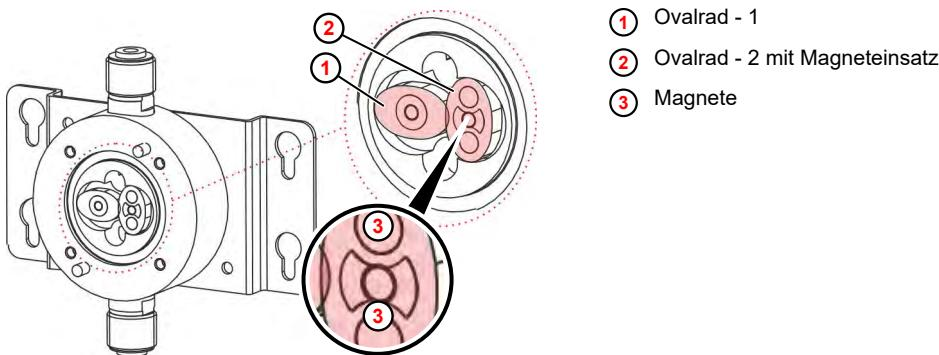

Abb. 20: Ovalradzähler
Die Ovalräder müssen so eingesetzt werden, dass sie genau 90° zueinander versetzt sind (Abb. 20, Pos. ① + ②).